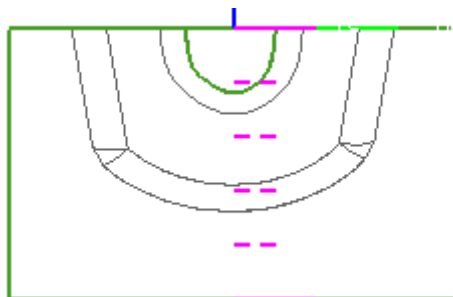

图 5-19
- 切换到几何视图，单击 ，显示如图 5-19 所示的对话框。